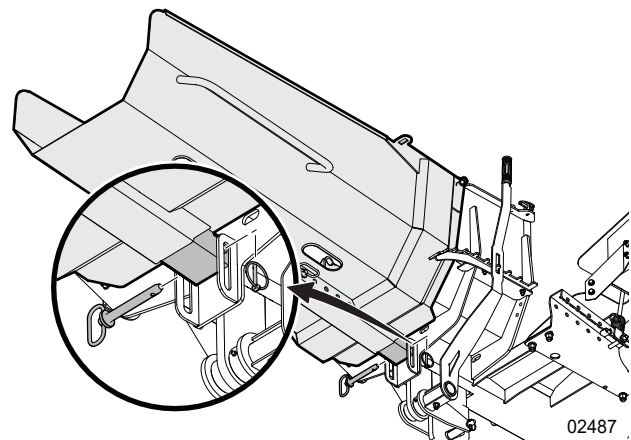

Figure 23 – Insérez la tige d'attelage à travers la goulotte de fendage et le support du lit de fendage
5. Installez la tige d'attelage de l'étape 1 à travers la goulotte de fendage et le support du lit de fendage. Insérez l'esse à travers la tige d'attelage. Consultez *Figure 23*.